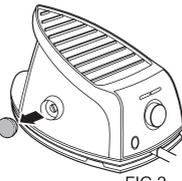

FIG.2
5. Coloque el Centro de Planchado sobre un lado, y retire la tapa cubierta para aclarado del hervidor y utilice una moneda para desenroscar el tapón. (Fig 2 y 3)